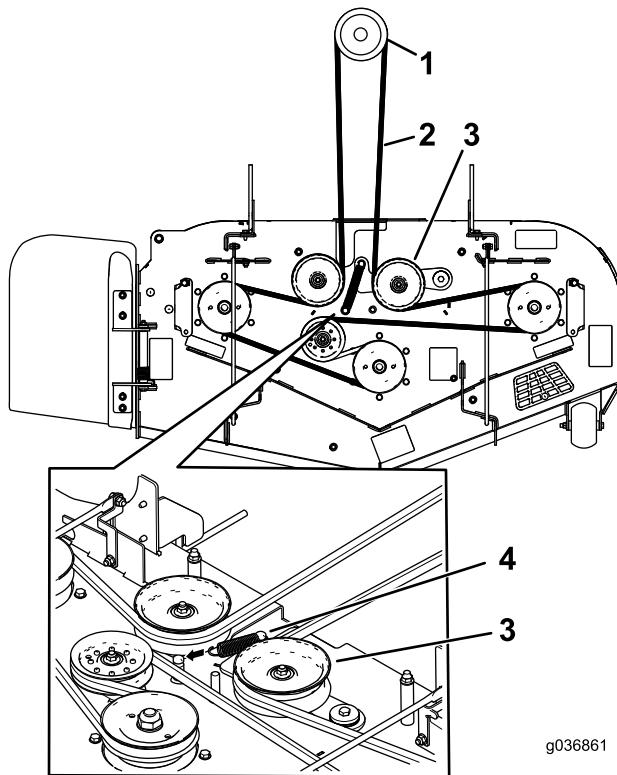

Figura 61
10. Instale a nova correia à volta das polias do cortador e da polia da embraiagem por baixo do motor (Figura 61).
- Instale a mola intermédia (Figura 61).